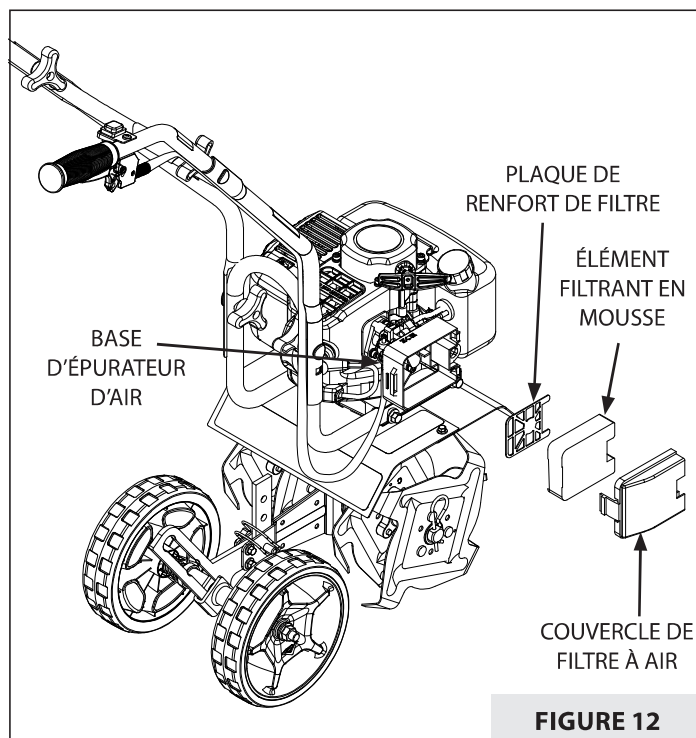

FIGURE 12
3. Retirer l'élément filtrant en mousse et la plaque de renfort. Remplacer par un filtre huilé neuf ou laver le filtre existant à l'eau tiède et au savon doux. **VOIR FIGURE 12**